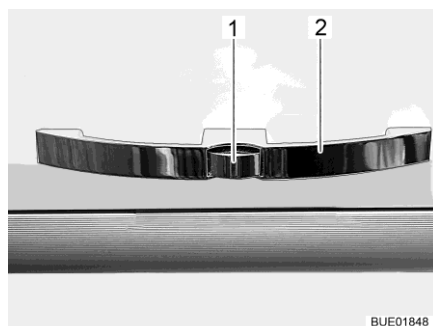

Fig. 49 Sportello del mobile con maniglia (esempio)
- Premere il bottone di sbloccaggio (Fig. 49,1) della maniglia (Fig. 49,2) e mantenerlo premuto.